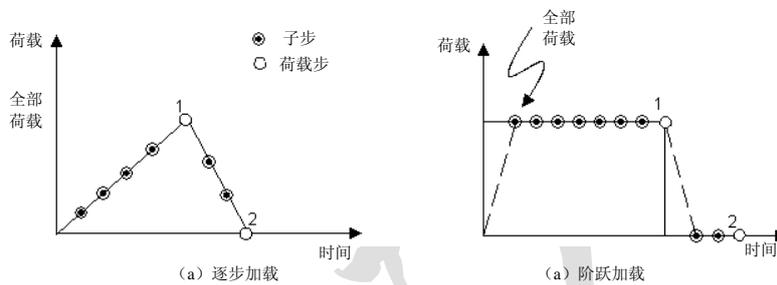

图5.6 逐步加载与阶跃加载
- 如果是逐步加载，在每个荷载子步中荷载将逐渐增加，且全部荷载出现在荷载步结束时，如图 5.6 (a) 所示。
- 如果是阶跃加载，全部荷载施加于第一个荷载子步，且在荷载步的其余部分，荷载保持不变，如图 5.6 (b) 所示。